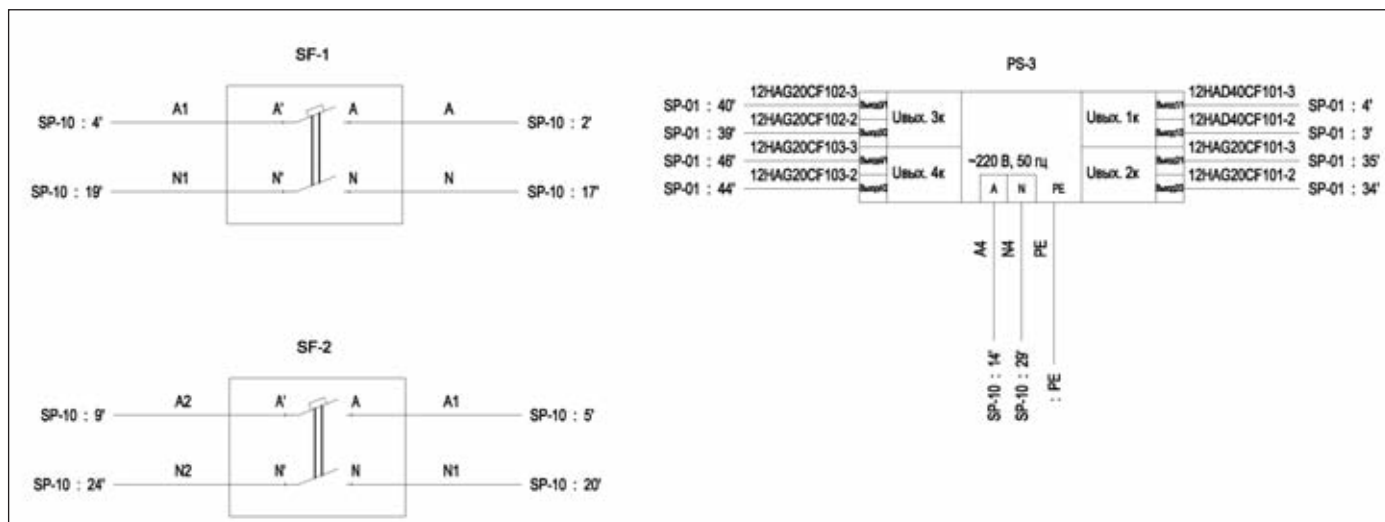

Рис. 2. Фрагмент документа "Схема электрическая монтажных соединений"
- схема электрическая монтажных соединений (рис. 2);